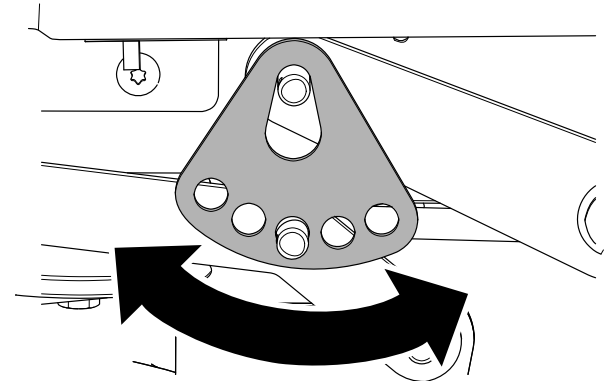

Bild 71
8. Montieren Sie die Unterlegscheibe und den Splint (Bild 71).